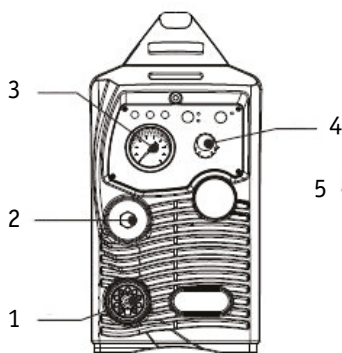

Рис. 1.1
4. Выставьте с помощью регулятора тока реза (4) (рис. 1.1) необходимое значение, оно зависит от вида металла и его толщины.